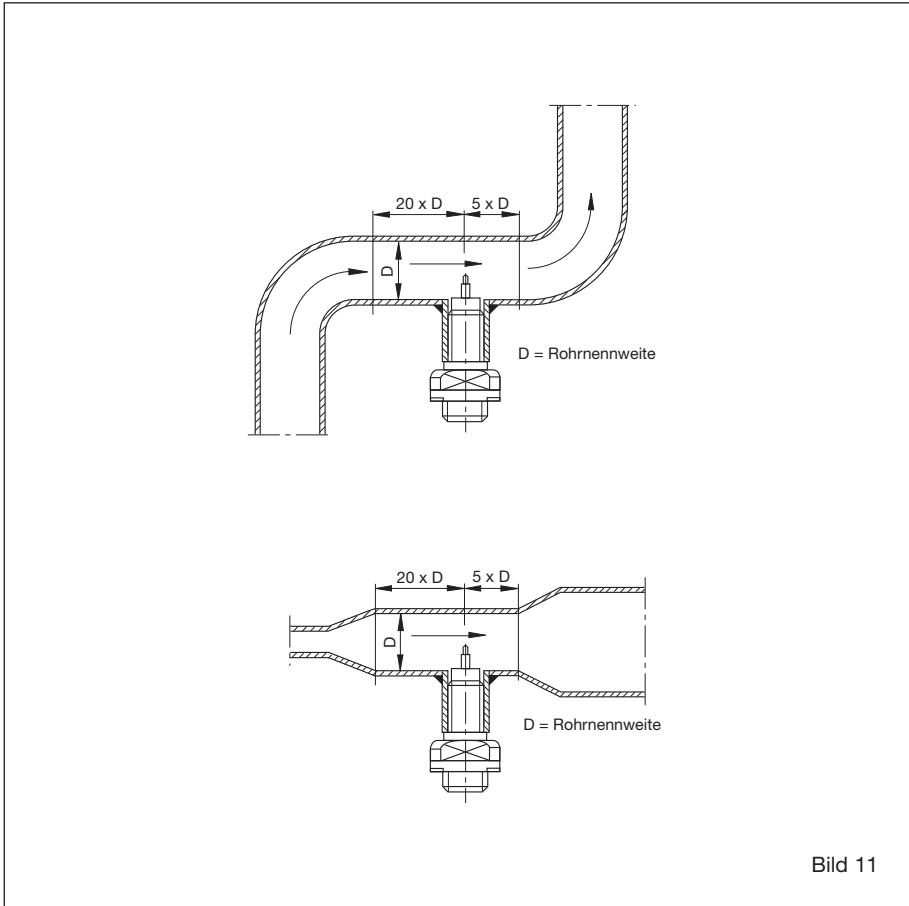

Bild 11
- Um Strömungsturbulenzen an den Messfühlern zu vermeiden, den Messkopf nur in gerade Rohrleitung einbauen. Auf ausreichenden Abstand zu Querschnittsänderungen und Rohrkrümmungen achten (siehe Bild 11).
Bei gasförmigen Medien ist die Einbaulage beliebig, jedoch wie im Bild 11 gezeigt, auf ausreichenden Abstand zu Querschnittsänderungen und Rohrkrümmungen achten.